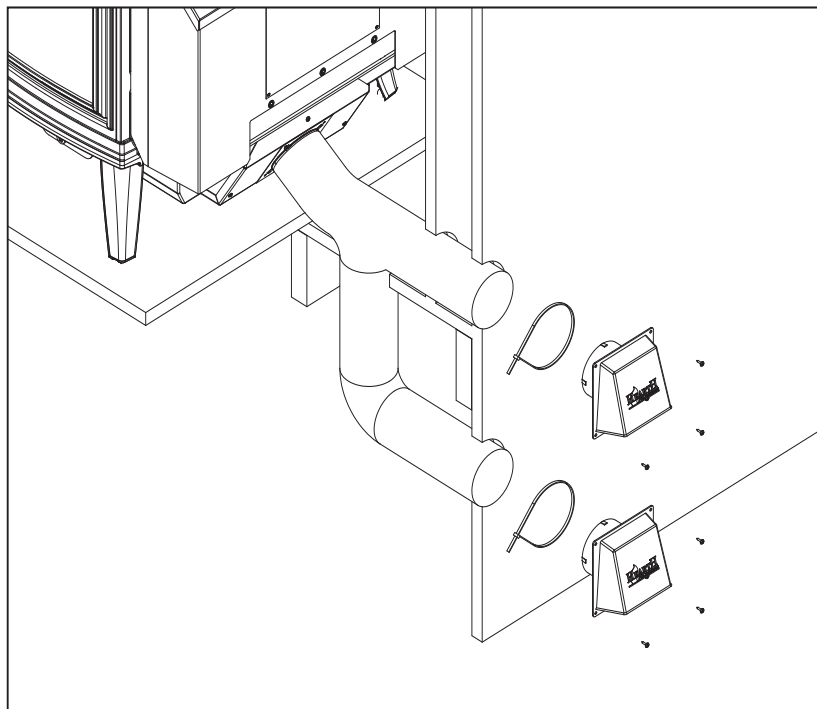

Figure 15.1. - Installation au sol et à l'arrière
2. Utilisez un tournevis à tête cruciforme no 2 pour fixer l'adaptateur flexible au poêle au moyen de 4 vis. **Figure 15.1.**